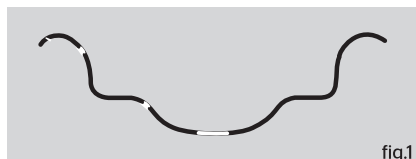
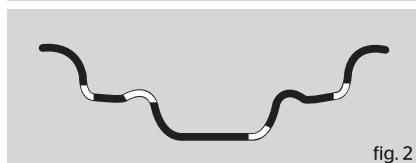

fig.1
fig. 2
Le développement du pneumatique et de la jante conduit à deux bases de systèmes de jante. Des jantes pour les pneus avec des chambres à air (TT) et des jantes pour pneus sans chambre à air (TL). Pour les pneus TT, la jante WM est utilisée (Figure 1). Pour les TL, la jante MT a d'abord été développée (sans photo), et plus tard la jante à bosse (hump) MT H2 (Figure 2). Cette bosse empêche en cas de déflation le dévoiement du pneu à plat. Les pneus moto Continental ne peuvent seulement être montés que sur des jantes de moto appropriées. Un montage sur jantes de construction différents (voitures, véhicules utilitaires...) n'est pas recommandé!